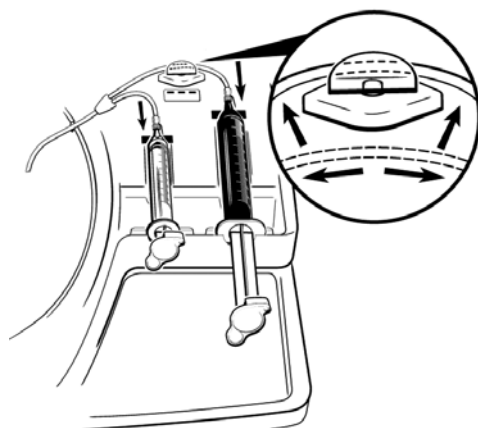

Figura 8. Întindeți tubulatura seringii 2 și introduceți-o prin glisare în valva cu manșon deformabil.
22. Întindeți ușor tubulatura atașată la seringă 2 și, prin glisare, introduceți-o complet în deschiderea valvei cu manșon deformabil (consultați Figura 8).